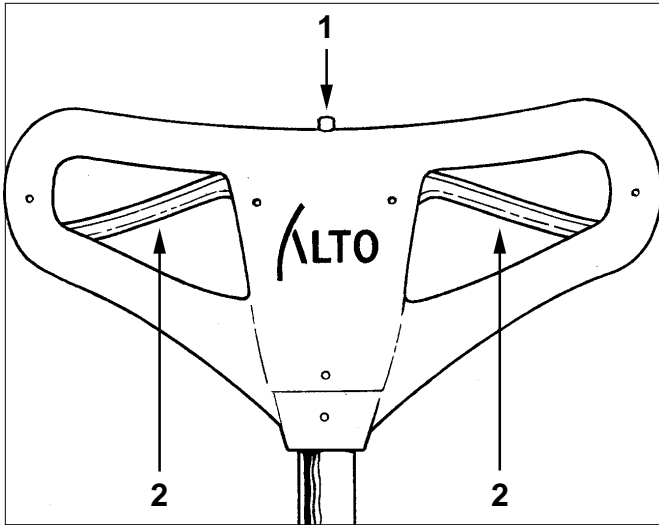

Figure 5
The switch to start and stop the machine is activated by the interlock switch (1) and the levers (2) under the handle grips. See figure 5.
3. Push the interlock switch (1), and apply pressure to the levers (2). See figure 5.
Los siguientes pasos se aplican a toda la serie C2K: El interruptor de arranque/parada se opera empujando el botón de cierre de seguridad (1) y usando las palancas (2) situadas debajo del mango de mando (Véase fig. 5).
3. Empuje el botón de cierre (1) y presione con las manos sobre las palancas (2). (Véase fig. 5).
L'interrupteur de marche/arrêt est activé par pression sur le bouton de verrouillage de sécurité (1) et par les leviers (2) situés sous la poignée de commande (Voir fig. 5).
3. Pousser sur le bouton de verrouillage (1) et appliquer une pression des mains sur les leviers (2). (Voir fig. 5).